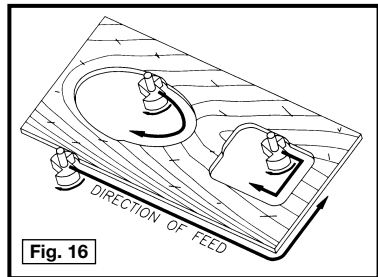

Fig. 16
9. Avance de la izquierda a la derecha con un movimiento uniforme y constante (vea Fig. 16).